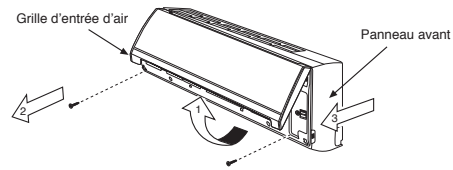

Fig. 2
7. Passez le câble de connexion dans travers la gaine électrique et réalisez les branchements. (Fig. 2)